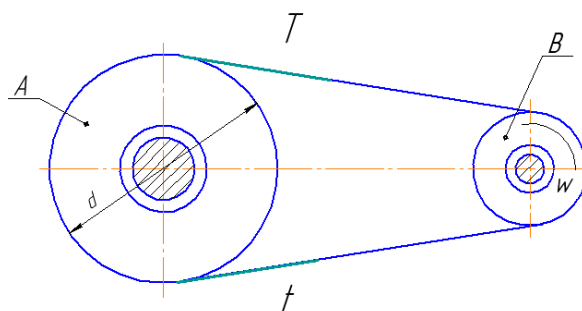

Рисунок 3. Исходная схема
1. Ознакомиться с заданием рисунок 3.